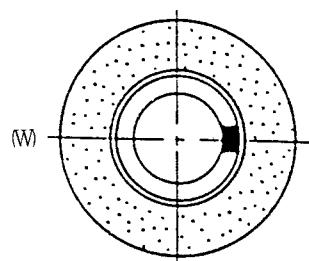

図1-14
⑥ 砥石を90°回して、バランスピースを取り付けた側とWの側とどちらが重いか測べる。（図1-14）